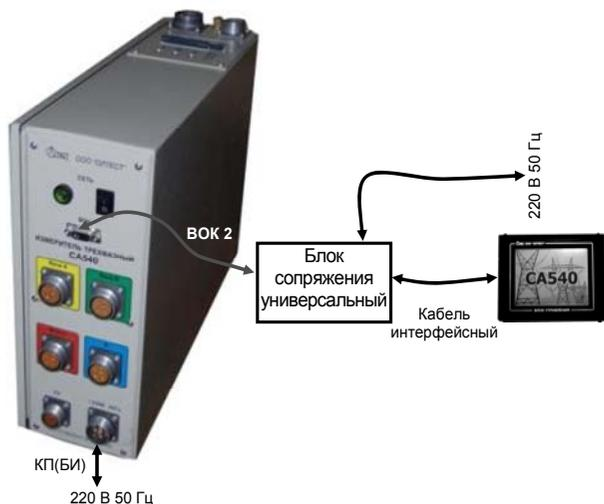

Рисунок 6.1
1) Собрать Измеритель (рисунок 6.1).